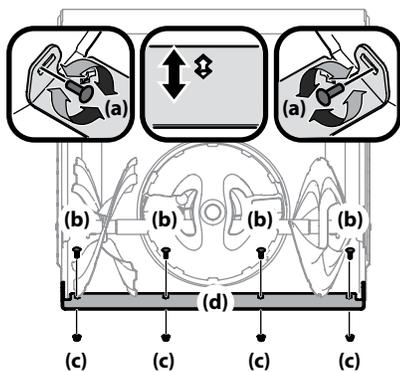

Figure 2-50
3. Desserrez les boulons (a) des patins arrière des deux côtés de la souffleuse à neige et retirez les boulons de carrosserie et les écrous (c) qui fixent la lame de raclage au boîtier des tarières. Voir Figure 2-50.
4. Ajustez la lame de raclage à l'une des deux positions de montage. Réinstallez les boulons de carrosserie (b) et les écrous (c) et serrez-les bien. Voir Figure 2-50.